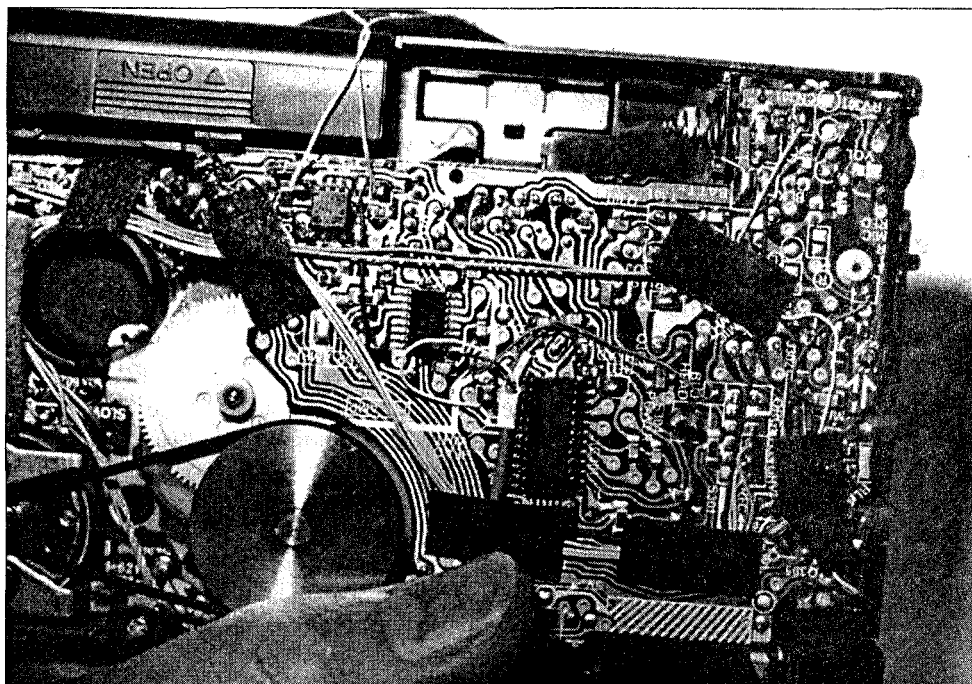

Рис. 5.22. В аудиоплейере есть только одна или две маленьких интегральных микросхемы
- E – планарный корпус (элемент SMD – монтаж на поверхности) – рис. 5.22;